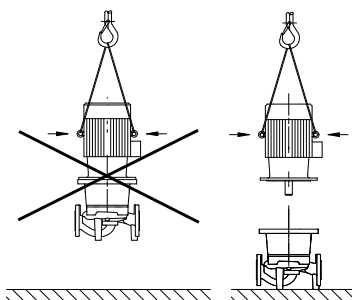

Fig. 6: Přeprava motoru (princip)
- Pokud jsou na motoru instalována přepravní oka, jsou dovolena výhradně k přepravě motoru, nikoliv však celého čerpadla (Fig. 6).